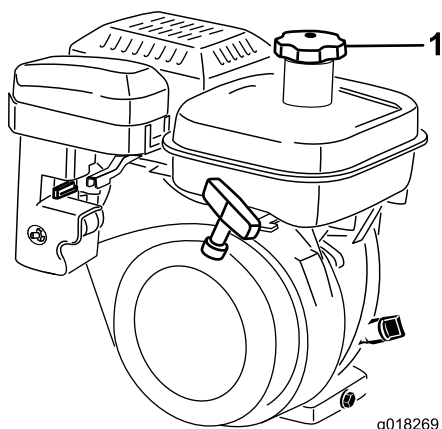

Figura 25
1. Pulite l'area intorno al tappo del serbatoio del carburante e togliete il tappo (Figura 25). Rabboccate il serbatoio carburante con benzina senza piombo, non oltre la base del filtro. Non riempite troppo.